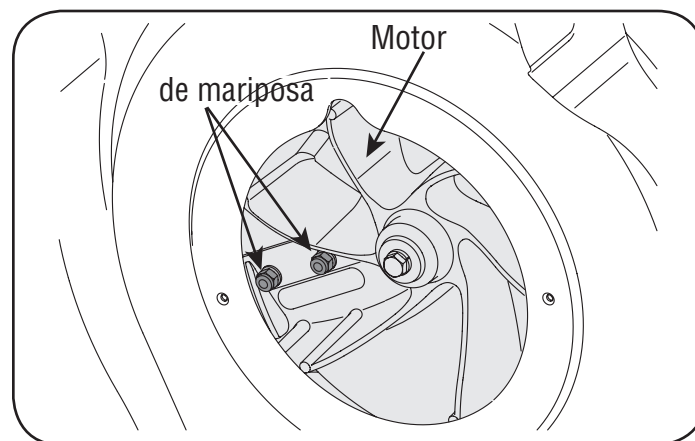

Figura 23
- Es posible alcanzar las tuercas de los tornillos de cabeza plana desde la parte inferior, mediante una llave universal de 1/2 pulg. con extensión. Vea la figura 23.